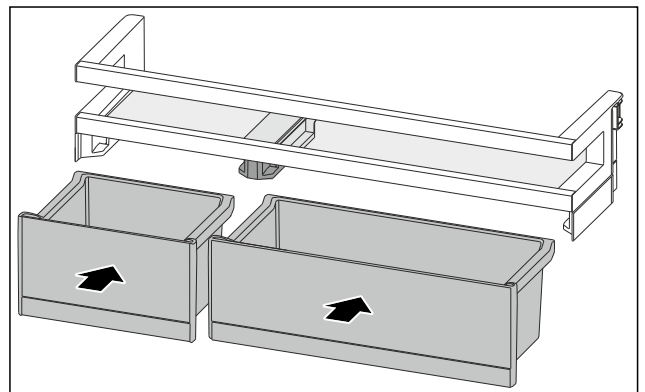

Fig. 152
- ▶ VarioBoxen in gewijzigde toewijzing plaatsen. (zie Fig. 152)